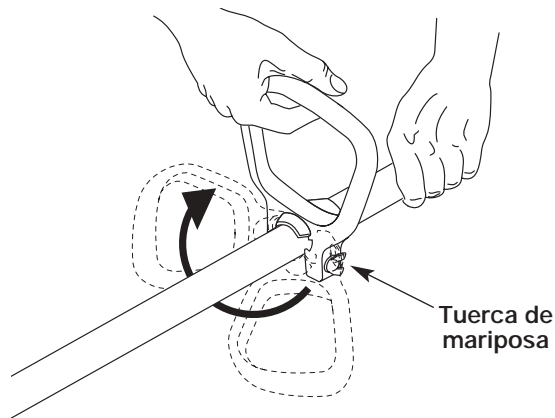

Fig. 1
1. Ubique la tuerca de mariposa en el mango en forma de D. Aflójela suficientemente para soltar el mango en forma de D (Fig. 1).
2. Gire el mango en forma de D hacia la posición vertical al frente de la cubierta del eje (Fig. 1).